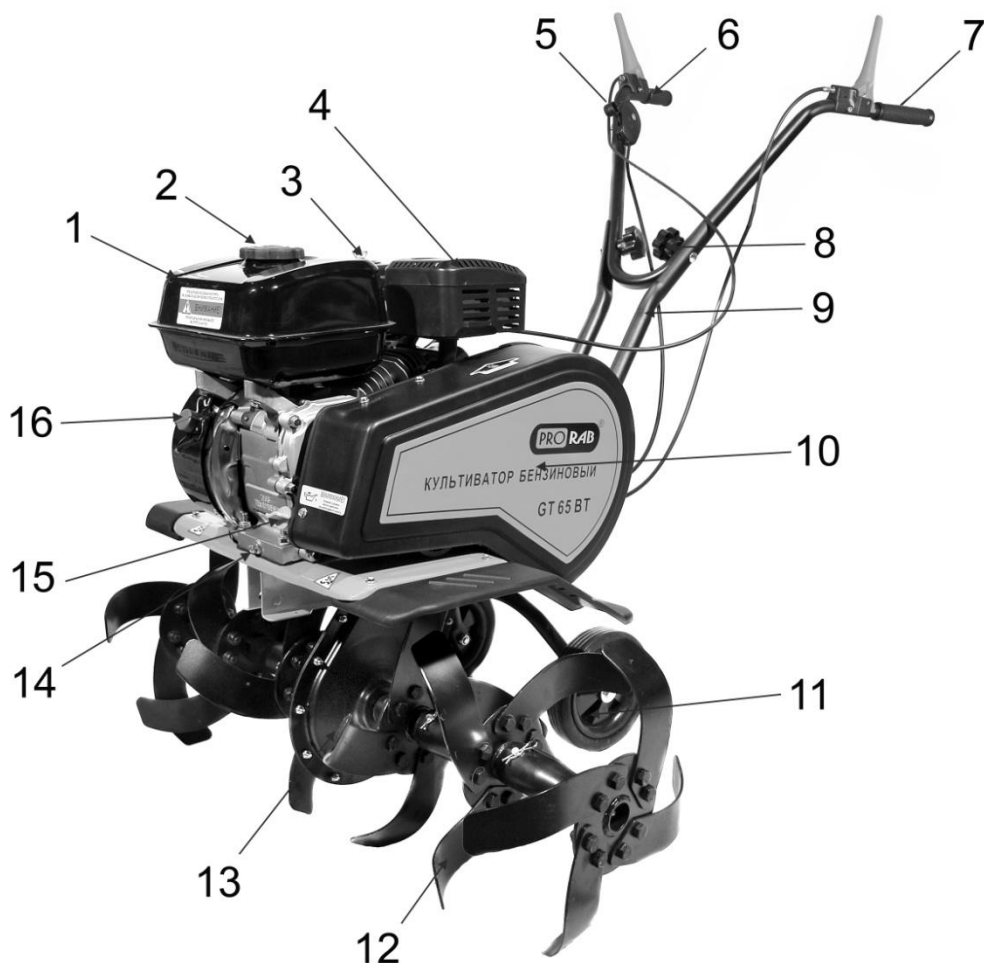
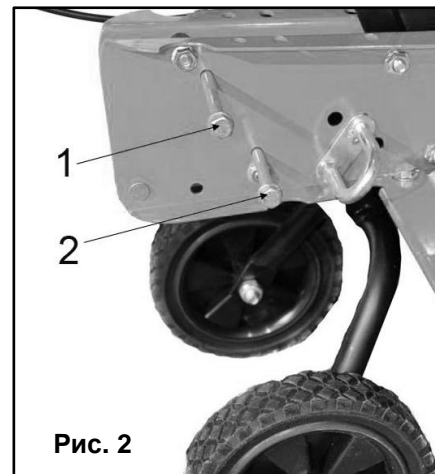

Рис. 1
Рис. 2
- Отверните два фиксирующих руль болта (1,2) (См. Рис. 2), установите два вала руля в пазы крепления, с обеих сторон опорной рамы, и зафиксируйте его болтами. После установки валов руля, к ним следует прикрепить сам руль управления. Его фиксируют два винта с гайками-барашками (8) (См. Рис. 1).